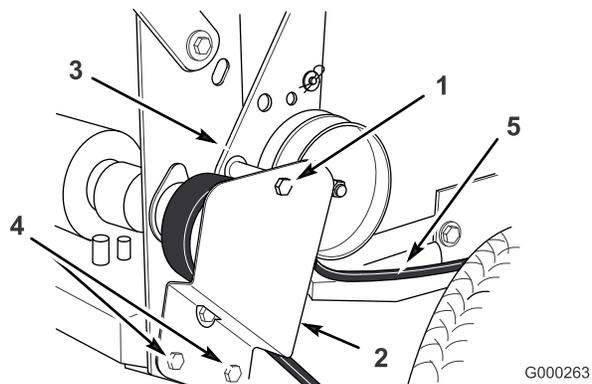

Figure 46
1. Enlevez la vis de fixation supérieure du support et de la patte de la poulie de tension au bâti arrière (Figure 46).
2. Desserrez suffisamment les deux vis de fixation inférieures pour permettre à la courroie de passer entre la poulie d'entraînement et le support de la poulie de tension (Figure 46).
5. Montez la vis de fixation supérieure du support et de la patte de la poulie de tension au bâti arrière (Figure 46).
6. Serrez suffisamment les deux vis de fixation inférieures pour permettre à la courroie de passer entre la poulie d'entraînement et le support de la poulie de tension (Figure 46).